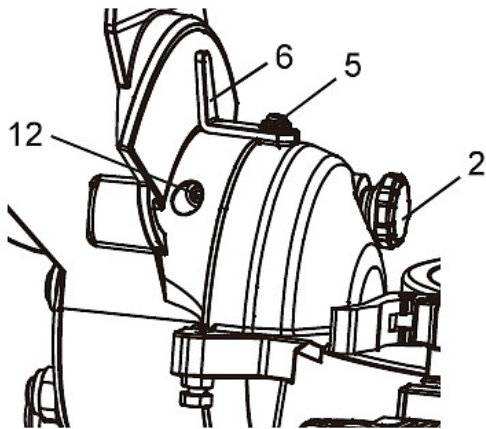

Abb. 19: Einstellung der 90° Neigung
- Schritt 1:** Lösen Sie den Gehrungsverriegelungsgriff (1) und kippen Sie den Schneidarm vollständig nach rechts, während Sie den 33,9° Fasenstift (2-Abb.19) gegen den 0° Fasenanschlag drücken. Die Gehrungsverriegelung festziehen Griff (1).
- Schritt 2:** Platzieren Sie ein Kombinationswinkel (3) auf dem Gehrungstisch mit dem Lineal gegen den Tisch und die Ferse des Quadrats gegen das Sägeblatt.
- Schritt 3:** Wenn das Sägeblatt nicht 0° vom Gehrungstisch entfernt ist, lösen Sie die drei Einstellschrauben (4) an der Rückseite der Säge mit einem 5-mm-Inbusschlüssel. Entriegeln Sie den Gehrungsverriegelungsgriff (1) und stellen Sie den Schneidarm ein.
- Schritt 6:** Ziehen Sie die drei Einstellschrauben (4) fest und spannen Sie den Verriegelungsgriff (1), wenn die Ausrichtung erreicht ist.
Einstellung der 90° Neigungsanzeige (Abb.19)
Schritt 1: Stellen Sie den Gehrungswinkel auf 0° ein. Ziehen Sie den Gleitanschlag ganz nach rechts und den Kegelraststift (2) nach vorne. (Abb. 19).
Schritt 3: Ziehen Sie den 33,9° Raststift (2) heraus, kippen Sie den Schneidarm in den 33,9° rechten Anschlag und drücken Sie den 33,9° Raststift (2) hinein (Abb. 19).
Schritt 3: Kippen Sie den Schneidarm auf 33,9° nach links, indem Sie den 33,9° Neigungsstift (2) hineindrücken. (Abb. 19)
Schritt 5: Wenn das Sägeblatt nicht 33,9° zum Gehrungstisch beträgt, kippen Sie den Schneidarm nach rechts und drehen Sie die Sechskantschraube (12) mit einem 3 mm Sechskantschlüssel hinein oder heraus, bis das Sägeblatt 33,9° zum Tisch steht. (Abb. 19)